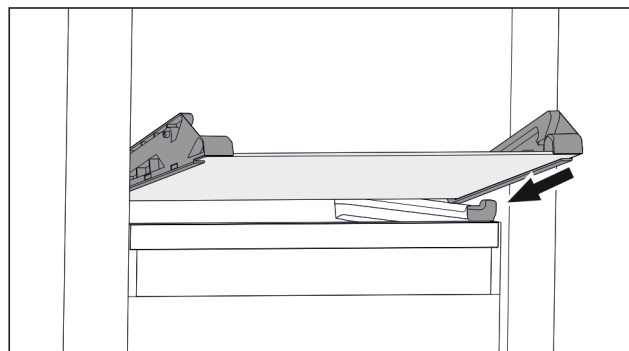

Fig. 73 Glasplatte des abklippbaren Schubfachs
- ▶ Glasplatte schräg hinter den Stopper aufsetzen. (siehe Fig. 73)